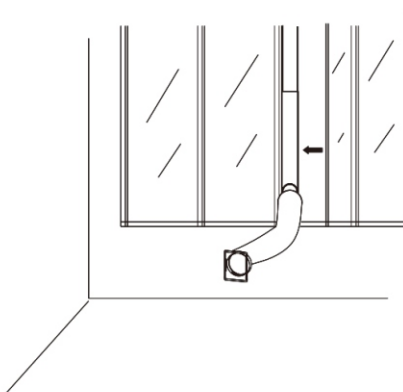

Fig. 7
8. Installare il condotto di scarico dell'aria, il kit finestra e i relativi accessori sulla finestra, quindi chiudere la finestra seguendo la direzione della freccia nel disegno della Fig. 7 per fissare saldamente il